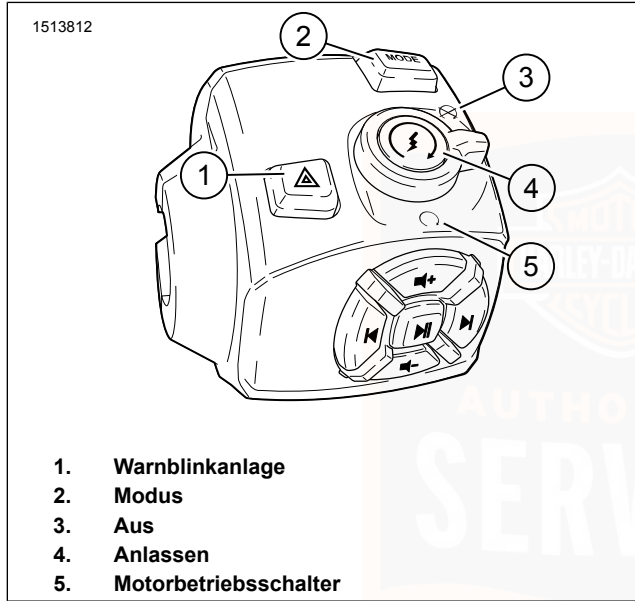
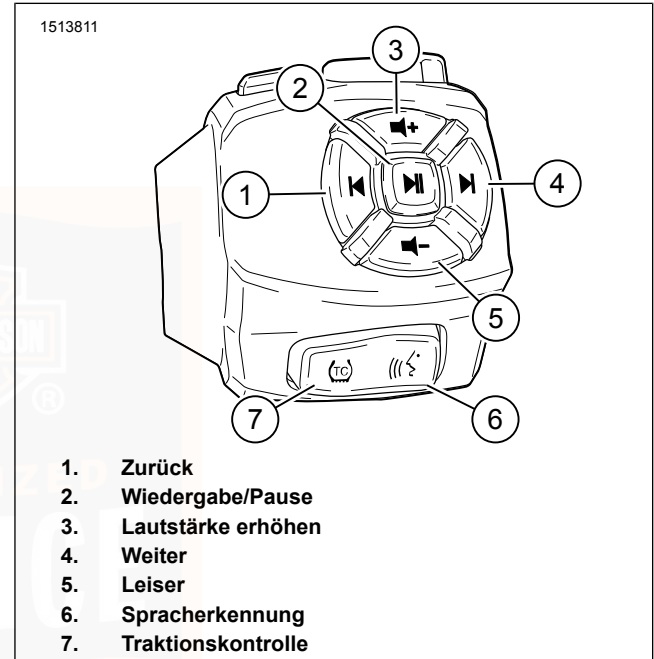

Abbildung 41. RHCM - Oben (mit Infotainment)
Abbildung 42. RHCM - Unten (mit Infotainment)
Siehe Abbildung 41. Der Warnblinkerschalter (1) dient zur dauerhaften Aktivierung des Vierfach-Warnblinkers bei einem liegengebliebenen Motorrad. Mithilfe der Warnblinker kann das Motorrad mit ausgeschalteter Zündung zurückgelassen werden, bis Hilfe geholt wird.
Siehe Abbildung 41. Die Modustaste (2) drücken, um den Fahrmodus zu ändern.
Siehe Abbildung 41. Den Motorbetriebsschalter in Stellung OFF (AUS) (3) drücken, um den Motor abzustellen.
Siehe Abbildung 41. Den Motorbetriebsschalter in Stellung RUN (BETRIEB) (5) drücken, damit der Motor starten und laufen kann. Der Motorbetriebsschalter muss sich in der Stellung RUN (BETRIEB) befinden, damit der Motor angelassen und betrieben werden kann.
Siehe Abbildung 41. Den Motorbetriebsschalter in Stellung RUN (BETRIEB) (5) drücken, damit der Motor starten kann.
1. Den Motorbetriebsschalter in die BETRIEB-Stellung bringen (5). Das Getriebe in den Leerlauf schalten. Die (grüne) Leerlauf-Kontrollleuchte leuchtet auf. Siehe Funktionsweise > Anlassen des Motors (Seite 129) .
2. Den Anlasser durch Drücken des Anlasserschalters (4) betätigen.
Siehe Abbildung 42. Die „Zurück“-Taste (1) drücken, um die vorherige Mediendatei auszuwählen.
Siehe Abbildung 42. Die „Weiter“-Taste (4) drücken, um die nächste Mediendatei auszuwählen.
Siehe Abbildung 42. Die „Wiedergabe/Pause“-Taste (2) drücken, um die aktuelle Mediendatei wiederzugeben oder anzuhalten.
Siehe Abbildung 42. Die „Lautstärke erhöhen“-Taste (3) drücken, um die Lautstärke zu erhöhen.
Siehe Abbildung 42. Die „Lautstärke verringern“-Taste (5) drücken, um die Lautstärke zu verringern.
Siehe Abbildung 42. Die Spracherkennungstaste (6) aktiviert die Spracherkennungsfunktionen an einem angeschlossenen Mobilgerät.
Siehe Abbildung 42. Die Traktionskontrolltaste (7) aktiviert und deaktiviert das Traktionskontrollsystem.
Siehe Abbildung 41 und Abbildung 42 .
Siehe Abbildung 42. Die Spracherkennung kann verwendet werden, um einen Anruf über IM vorzunehmen. Die Spracherkennungstaste drücken und den Befehl in ein angeschlossenes Headset sprechen.